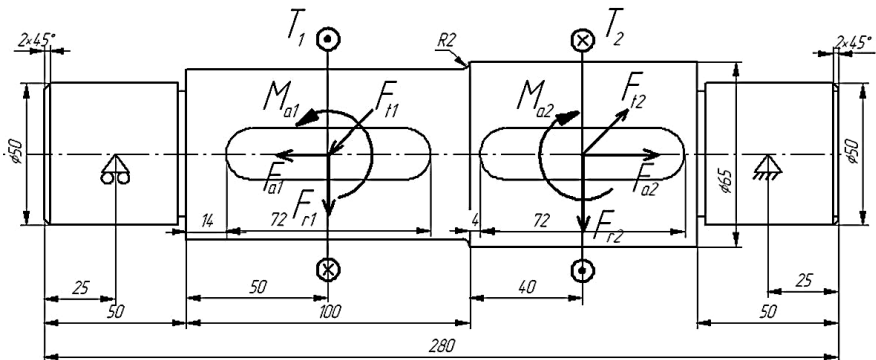

Рис. 12
**Задача.** Выполнить общий расчет вала (рис. 12) на усталостную прочность. На вал действуют следующие нагрузки:  $T_1 = T_2 = 2000 \text{ Н}\cdot\text{м}$ ;  $Fr_1 = 4,9 \text{ кН}$ ;  $Fa_1 = 1,87 \text{ кН}$ ;  $Ft_1 = 13,3 \text{ кН}$ ;  $Fr_2 = 14,76 \text{ кН}$ ;  $Fa_2 = 5,6 \text{ кН}$ ;  $Ft_2 = 40 \text{ кН}$ ;  $Ma_1 = Ma_2 = 280 \text{ Н}\cdot\text{м}$ .